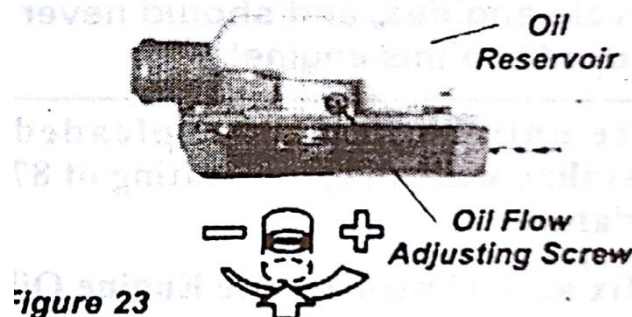

Figura 23
2. Coloque la unidad de lado con el depósito de aceite hacia arriba. Vea figura 23